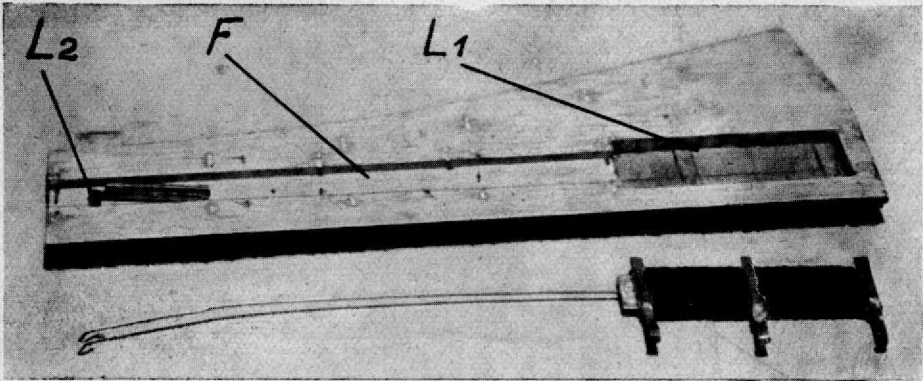
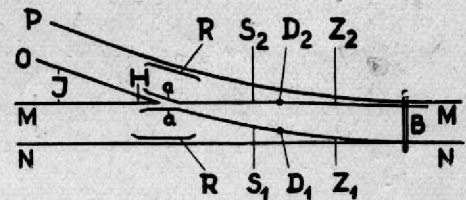

Abb. 2. Weiche von unten gesehen, vorn flache Magnetspule
Abb. 3
— „Na ja, also — die Sache ist ganz einfach. Die Gleiskörper der Nordwestbahn sind bekanntlich 6 mm hoch. Daher wird auch der Weichenkörper aus einem 6 mm starken Brettchen angefertigt. Wir schneiden jedoch vorher eine Formschablone aus Pappe, die wir für den hier gewählten Krümmungsradius immer wieder verwenden können und damit viel Zeit beim Aufzeichnen sparen. Diese Weiche hat 60 cm Krümmungsradius. Die beiden Oeffnungen L1 und L2 (Abb. 2) werden mit der Laubsäge ausgeschnitten. L1 ist 70×22 mm und L2 10×3 mm groß. Mittels Feinsäge und Stemmeisen wird eine 12 mm breite und 3,5 mm tiefe Nute aus dem Weichenkörper herausgearbeitet (F). Wenn die Seitenkanten mit einer Raspel oder groben Feile abgeschrägt worden sind, werden die Holzschwellen aufgeklebt, das Ganze mit dunkelbrauner Beize gestrichen und nach dem Trocknen der Schotter aufgebracht. Das hierfür benötigte Material dürfte Dir ja aus Deiner Praxis als Gleisleger auf Holzungen bekannt sein (Heft 3). Natürlich darf man nicht vergessen, vorher den rechteckigen Ausschnitt für den Weichenmagneten zu verschließen. Ein Stückchen Aktendeckel wird von der Rückseite her auf die Schwellenunterseite geklebt. Nun erfolgt das Festlegen der Nagellöcher für die Außenschiene NN und eine zweite Gerade, eine Hilfsschiene MM (Abb. 3). Man tut also erst mal so, als wollte man